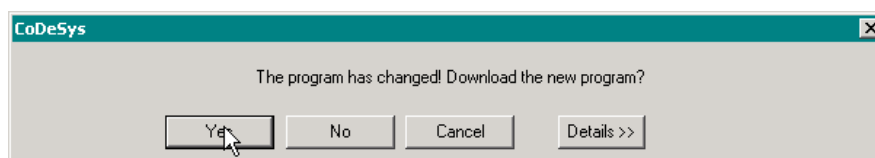

Рис. 52. Предложение загрузить программу
Если проект, открытый в среде CoDeSys в момент **Login**, содержит приложение, хотя бы в какой-то части отличающееся от имеющегося в контроллере, на экран монитора будет выведена диалоговая панель с предложением загрузить новую программу, показанная на рис. 52.
1. Выберите команду **Online–Login**. При успешном соединении на экран будет выведена диалоговая панель, показанная на рис. 52.